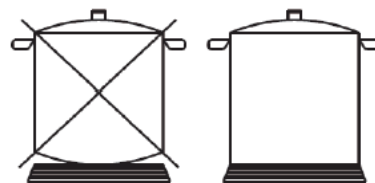

Fig. 9
- Seleziona la pentola di dimensioni adeguate e con fondo piatto per ogni bruciatore (vedi tabella sotto e Fig. 9). Quando il contenuto della pentola inizia a bollire, ruotare la manopola verso il basso per ridurre la portata. Metti sempre un coperchio sulla padella.